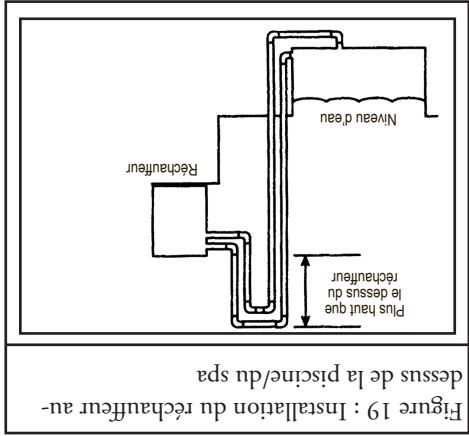

Figure 19 : Installation du réchauffeur au-dessus de la piscine/du spa
Si le réchauffeur est installé à moins de trois (3) pi au-dessus de la surface de l'eau de piscine/spa, installer des raccords à buse ou des raccords à débit directionnel à l'extrémité de la conduite de retour d'eau vers la piscine/le spa pour fournir une contre-pression suffisante au niveau du réchauffeur pour actionner le pressostat de sécurité lorsque la pompe à filtre est en marche. Si le réchauffeur est installé à plus de trois (3) pi au-dessus de la surface de l'eau de piscine/spa, installer un circuit comme indiqué sur la figure 19 pour empêcher l'écoulement de l'eau dans le réchauffeur pendant le changement de filtre. Pour une installation au-dessous de la surface de la piscine/du spa, se reporter à la Section III.